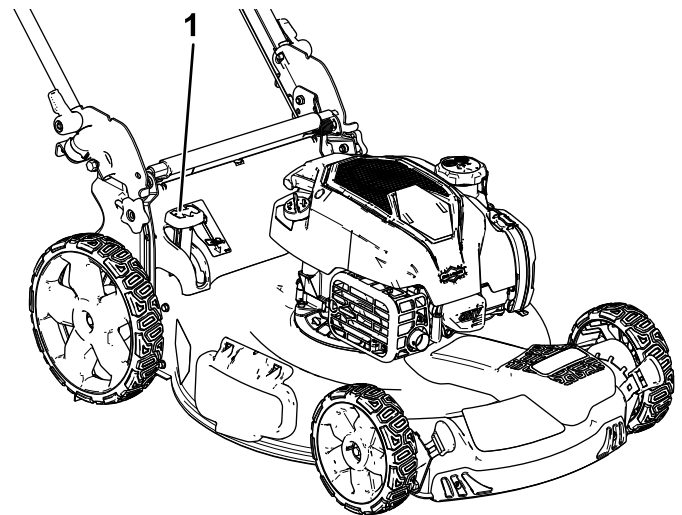

Bild 16
- **Zum Sammeln des Schnittguts und Laubs** drücken Sie die Taste am Hebel für den zuschaltbaren Fangkorb und bewegen den Hebel nach vorne, bis die Taste am Hebel herausspringt (Bild 16).